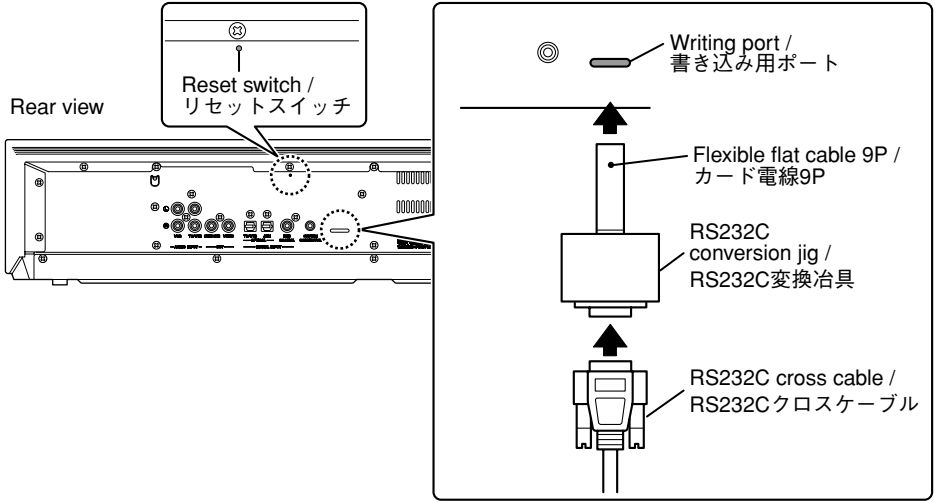

Fig. 1
2. Connect the writing port of the main unit to the serial port (RS232C) of the PC with RS232C cross cable as shown below. (Fig. 1)
3. While pressing the reset switch of main unit, connect the power cable to the AC outlet. (Fig. 1)
2. 本機 の 書 き 込 み 用 ポー ト と P C の シ リ ア ル ポー ト (RS232C) を 下 記 の よう に 接 続 し ま す 。 (Fig. 1)
3. 本機のリセットスイッチを押しながら、電源コードをACコンセントに接続します。(Fig. 1)